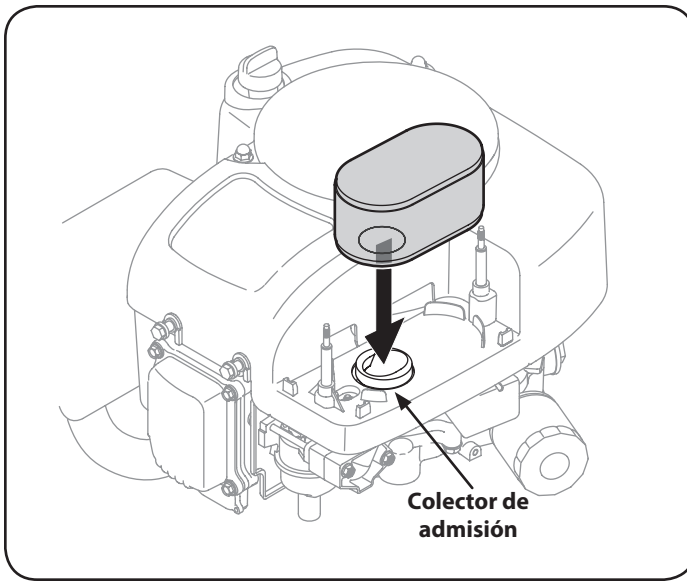

Figura 26
- Sujete el filtro de aire nuevo con el elemento de espuma, para lo cual debe alinear el orificio del filtro de aire con el colector de admisión. Vea la Figura 26.